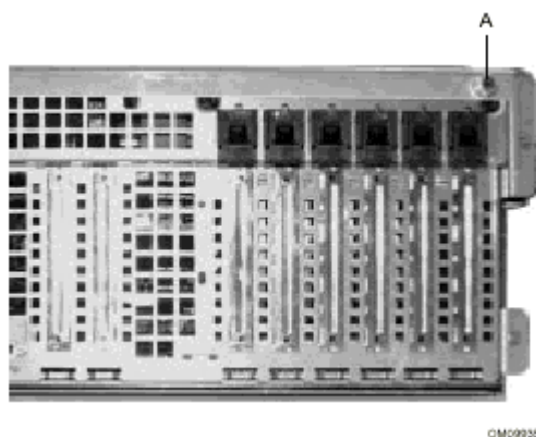

图3.13 固定顶盖的两个拇指螺钉中的一个
1. 拧下机箱后上方的2个拇指螺钉。图3.13中用“A”标出两个螺钉中的一个。
1. 拧下位于机箱后上方的拇指螺钉。图3.13中用“A”标出了这两个螺钉中的一个。